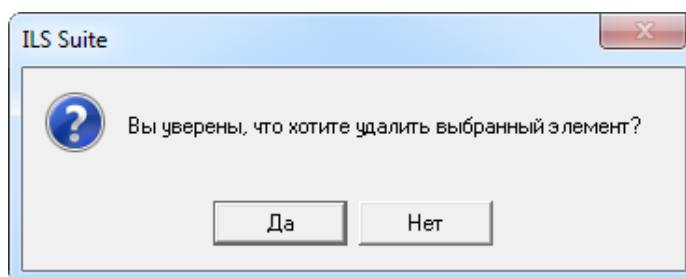

Рис. 19-7 – Диалоговое окно для подтверждения удаления парка изделий
4) В открывшемся диалоговом окне нажать «Да» для подтверждения действия (рис. 19-7).